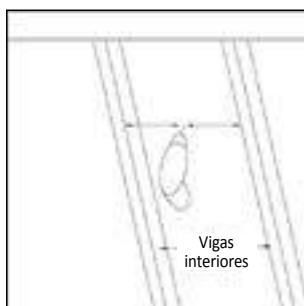

Figura 2
3. **Perfora el orificio de ubicación...** desde el interior del ático, utiliza la medición del paso 2, introducido entre dos vigas. Consulta la Figura 2.